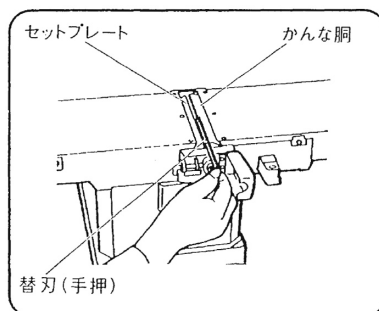

図 39
(5) かんな胴の裏刃部が上側になるようにかんな胴をまわし固定します。
(6) かんな胴とセットプレートの間に替刃 (手押) を入れます。(図 39)
**注** ● 替刃の溝にセットプレート (B) の凸部が確実に入っていることを確認してください。
(7) 26 ページ「かんな刃の取付けと刃高の調整」の要領で刃高調整をします。